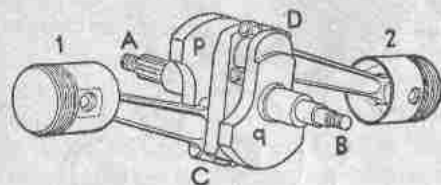

Fig. 18.—Motor de dos cilindros horizontales opuestos.
**Cilindros horizontales opuestos.**—Posteriormente a la disposición en V se extendió esta manera de colocarlos (fig. 18), usada desde hace muchos años por la Douglas inglesa. Como los pistones se mueven siempre en oposición, se equilibran el uno al otro y las bielas se compensan más fácilmente con los contrapesos del cigüeñal. La regularidad de tiempos motrices es completa, como puede comprobarse en la figura 19, que detalla en cuatro medias vueltas la sucesión de tiempos en ambos cilindros para dos vueltas completas del cigüeñal. Esta disposición de los cilindros no tiene más inconvenientes que: 1.º la colocación transversal al cuadro de la moto; las culatas sobresalen hacia los costados, cosa que no tiene la menor impor-